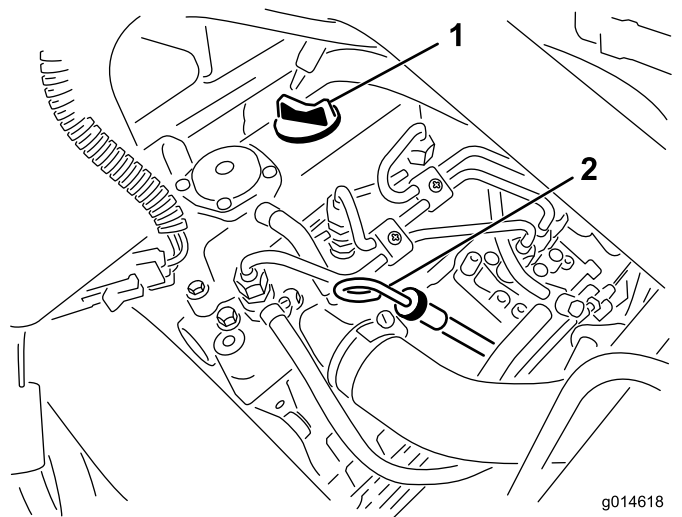

Figura 29
2. Togliete l'asta di livello ed asciugatela con un panno pulito (Figura 29).